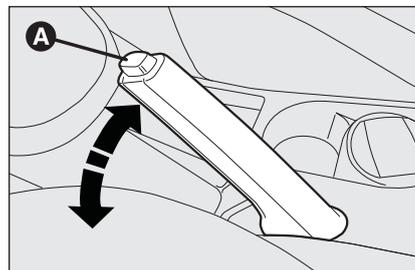

fig. 1
- levante ligeramente la palanca y presione el botón de desbloqueo **A-fig. 1**;